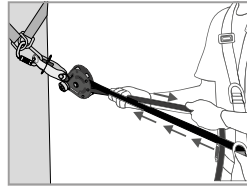
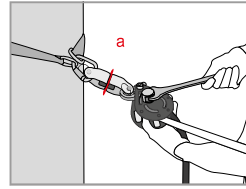

Fig 3
Fig 4
Zodra de veiligheidslijn is geïnstalleerd, moet de spanning vooraf worden gecontroleerd door handmatig aan het touw te trekken (aan de kant van de eindknoop —fig. 3). De kam (8) en de klemhendel (4) moeten automatisch in contact komen met het touw. Haal de klemhendel (4) naar beneden en pas door middel van een aangepaste sleutel net zolang spanning toe op de as voor de spanningsinstelling (1) tot de spanningsindicatorring (a) op de spanningsindicator (2) vrij ronddraait (fig. 4). Zodra de spanningsindicatorring vrij ronddraait DEZE NIET VERDER AANDRAAIEN! Dit komt overeen met een voorspanning op de lijn van ongeveer 0.5 kN. Controleer tijdens het gebruik deze spanning regelmatig (rotatie van de spanningsindicatorring) en stel deze indien nodig af zoals hierboven beschreven.